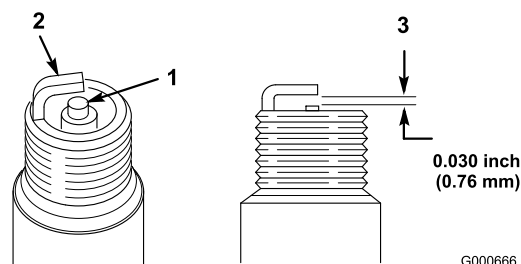

Figura 29
1. Mire la parte central de la bujía (Figura 29). Si se observa un color gris o marrón claro en el aislante, el motor está funcionando correctamente. Si el aislante aparece de color negro, significa que el limpiador de aire está sucio.
2. Compruebe la separación entre los electrodos central y lateral (Figura 29) y doble el electrodo lateral si la separación no es correcta.